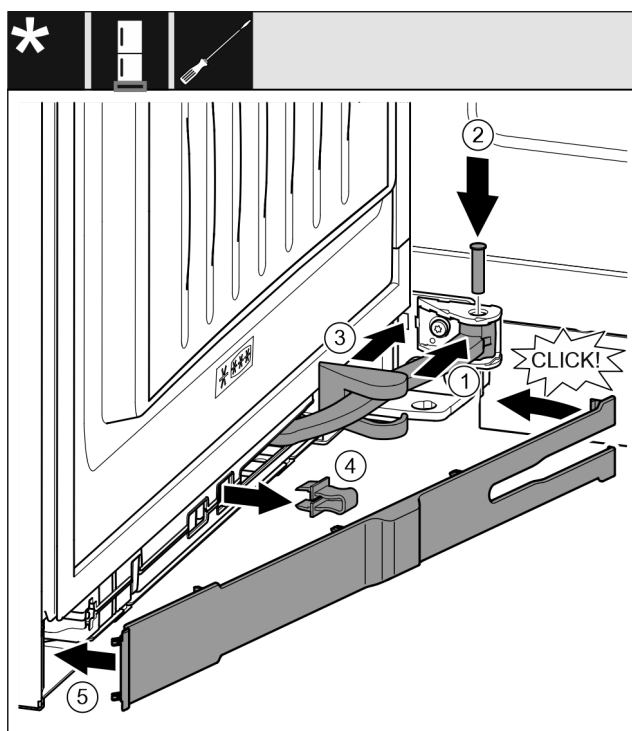

Fig. 47
- ▶ Girar la articulación en la suspensión. Fig. 47 (1)
- ▶ Introducir los pernos con un destornillador T15 en la suspensión y la articulación. Asegurarse de que el saliente de retención descansa correctamente en la ranura. Fig. 47 (2)
- ▶ Desplazar la cubierta del soporte de apoyo a lo largo de la articulación y montarla sobre la suspensión. Fig. 47 (3)
- ▶ Retirar el seguro. Fig. 47 (4)
- ▶ Colocar el panel del lado del tirador y girarlo hacia dentro. Fig. 47 (5)